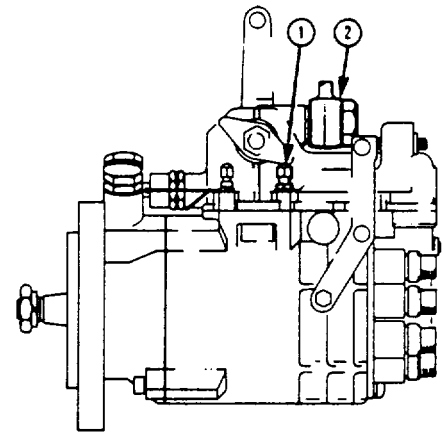

Fig. 9 (d)
- Key to Fig. 9 (d) TV8. 510 (M)